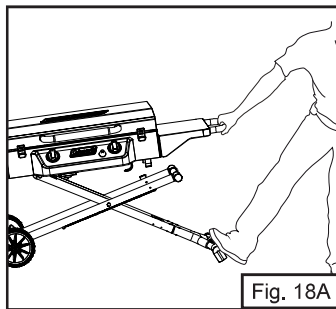
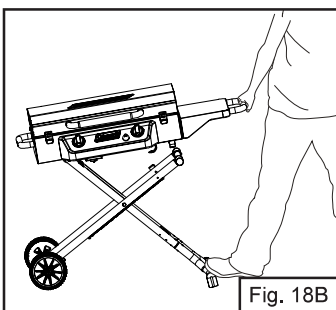

Fig. 18A
Fig. 18B
- Abra el aparato desde la posición plegada. Coloque un pie en el asa de remolque, agarre el asa de transporte y levántela hacia usted (Fig. 18A). Continúe tirando hacia arriba hasta que el soporte del aparato esté completamente extendido (Fig. 18B).